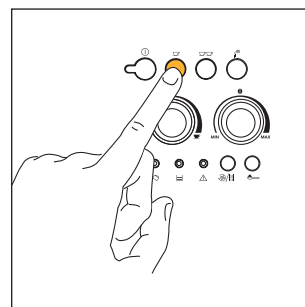
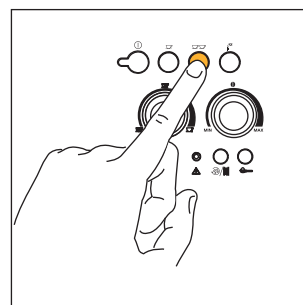

Fig. 12
Fig. 13
- 5) Premere il tasto  (fig. 12) se si vuole fare un caffè oppure il tasto  (fig. 13) se si vuole fare 2 caffè. A questo punto la macchina macina i chicchi, esegue una breve pre-infusione e poi completa l'erogazione nella tazza.
NOTA 4: Mentre la macchina sta facendo il caffè, l'erogazione può essere fermata in qualsiasi momento premendo il tasto ☺ (fig. 12) oppure ☺☺ (fig. 13) precedentemente selezionato.
NOTA 5: Appena terminata l'erogazione, se si vuole aumentare la quantità di caffè nella tazza, basta tenere premuto il tasto ☺ (fig. 12) oppure ☺☺ (fig. 13) precedentemente selezionato fino ad ottenere la quantità desiderata (questa operazione deve essere eseguita entro 3 secondi dal termine dell'erogazione).